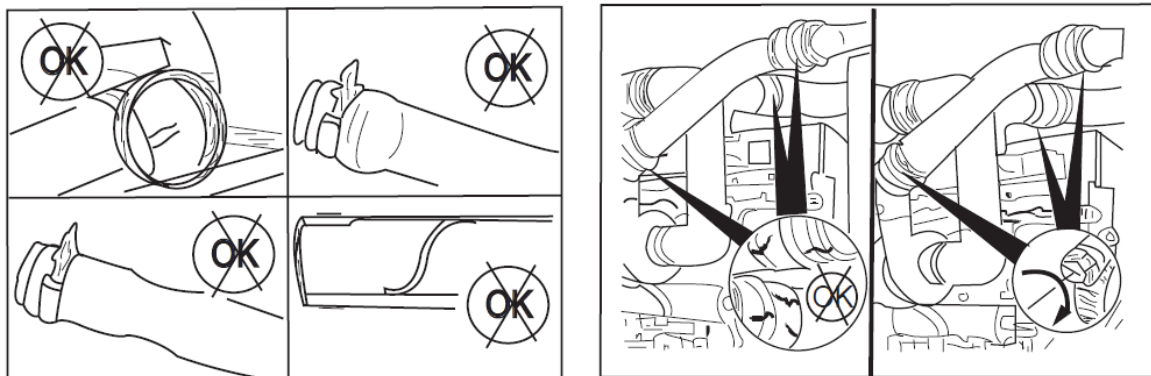

Рис. 3-16 Проверка воздухозаборника и хомута
- Проверьте воздухозаборный трубопровод на наличие трещин, деформаций, проверьте хомут на предмет ослабления. Замените трубопровод воздухозаборника, при наличии дефектов, показанных на рис. 3-16. Затяните хомут, если он ослаблен, и при необходимости замените его.